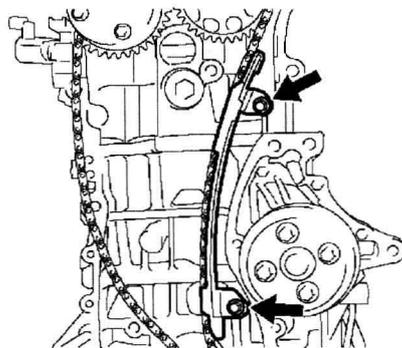

图 1-15 拆卸 2 个螺栓和链条减震器
32. 拆卸 2 个螺栓和链条减震器，如图 1-15 所示。